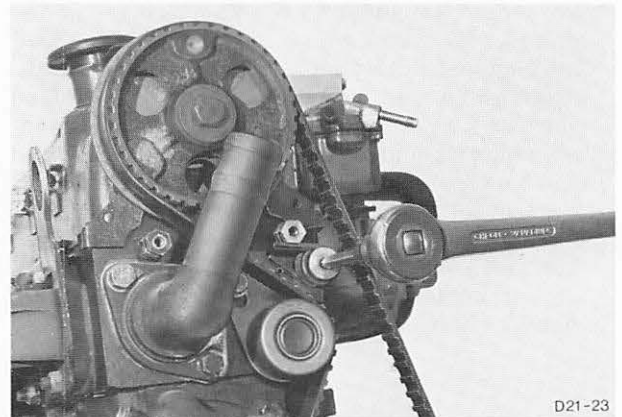
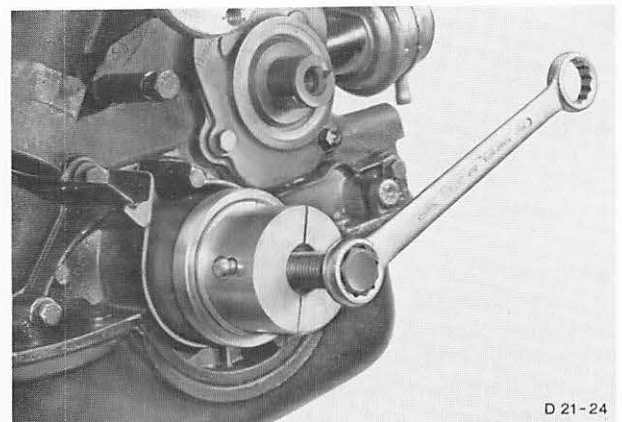
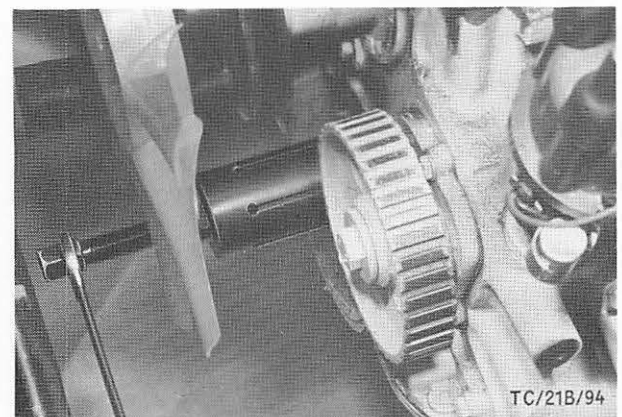

Abb. 289 Zahnriemenspanner mit Spezialwerkzeug 21-012 lösen
Abb. 290 Zahnriemenrad – Kurbelwelle mit Spezialwerkzeug 21-028 abziehen
Abb. 291 Radialdichtring mit Spezialwerkzeug 21-008-A ausbauen
3. Zahnriemenspanner mit Spezialwerkzeug 21-012 lösen (1 Schraube, 1 Spezialschraube), Abb. 289, gegen Federdruck andrücken und wieder festziehen. Zahnriemen abnehmen. Zahnriemenrad-Kurbelwelle mit Spezialwerkzeug 21-028, Abb. 290, abziehen sowie Radialdichtring mit Spezialwerkzeug 21-008-A herausziehen, Abb. 291.